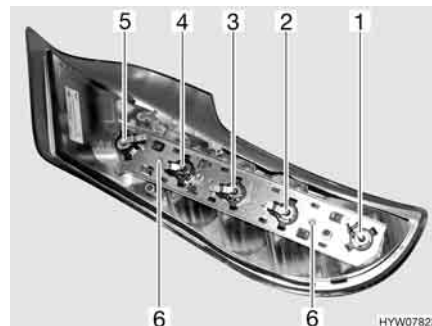

Fig. 230 Luci posteriori (lato posteriore)
- Svitare le due viti Torx (Fig. 230,6) del listello di supporto poste sul lato posteriore dell'involucro.